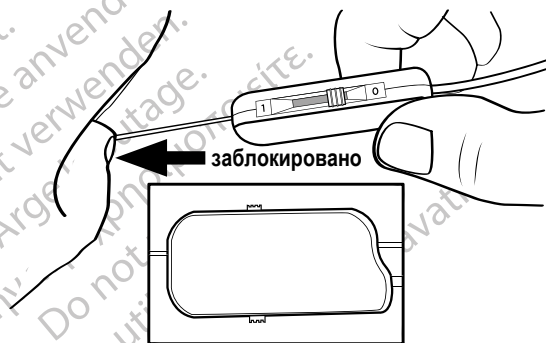

Рисунок 17. Присоединение отведения для ГСМ к разъему кабеля для операционной 1x8
5. Убедитесь, что фиксирующий рычаг на разъеме кабеля для операционной находится в открытом (0) положении.
- Вставив тонкий зонд отведения, проведите разъем кабеля для операционной на проксимальный конец отведения для ГСМ (Рисунок 17). Убедитесь, что отведение для ГСМ вставлено полностью.
Примечание. Тонкий зонд отведения будет выходить из отверстия, расположенного на разъеме кабеля для операционной сзади, когда отведение для ГСМ вставлено, как показано на Рисунок 17.
- Удерживайте отведение для ГСМ на месте. Сдвиньте фиксирующий рычаг в положение фиксации (1) (Рисунок 17).